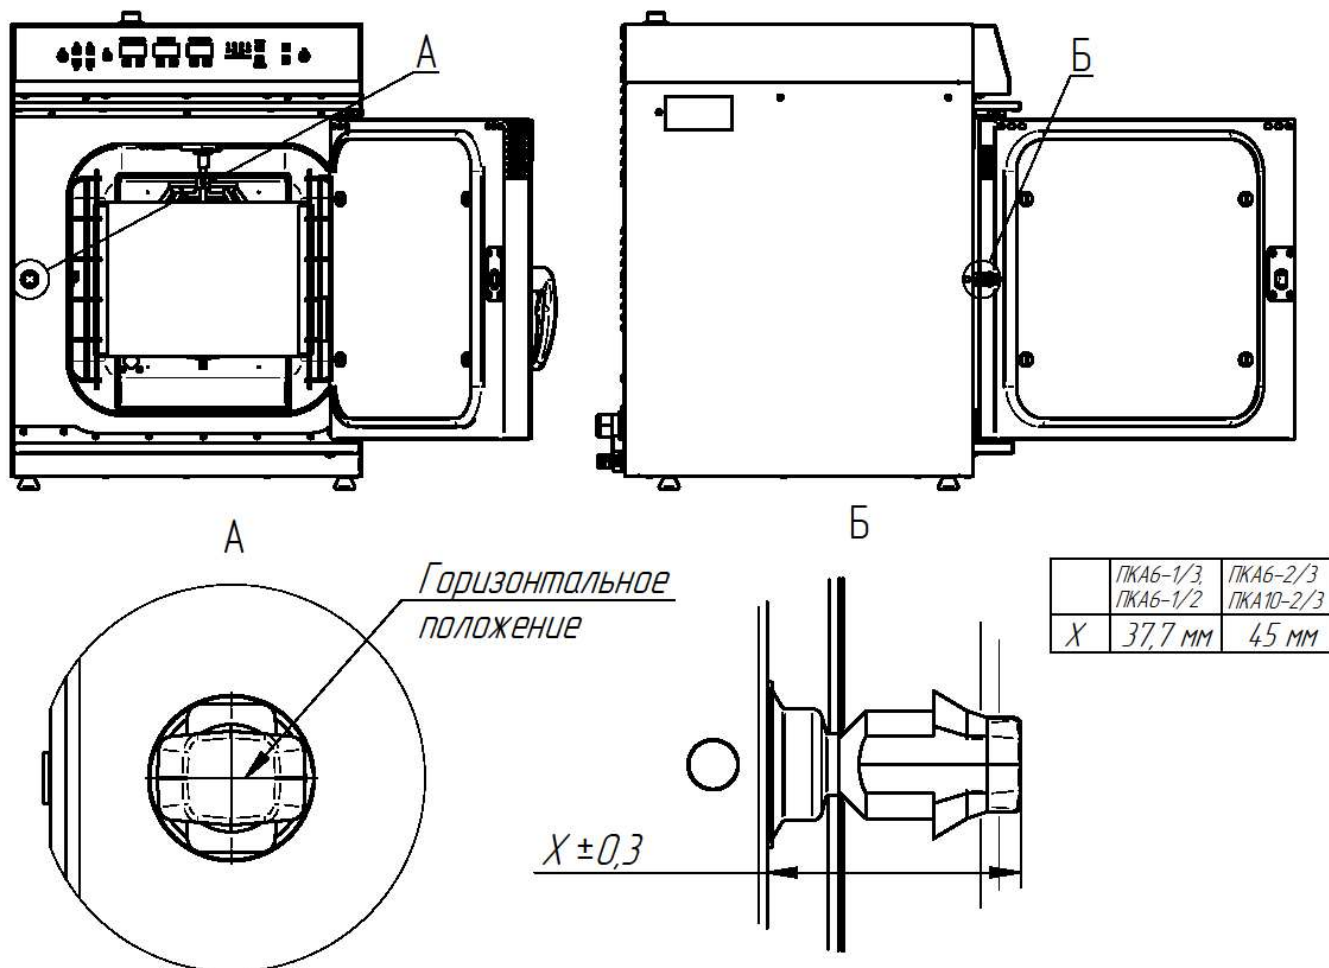

Рис.7. Регулировка замкового устройства
При ослаблении уплотнителя двери пароконвектомата необходимо отрегулировать положение штыря (см. рис.7). Для этого необходимо:
- отрегулировать положение штыря согласно указанным размерам и положению зубцов (при ослаблении профиля штырь необходимо закручивать, т.е. уменьшить размер X на рис. 7 мм).